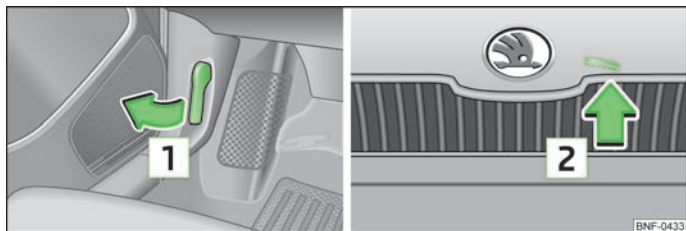

Fig. 95 Destrancar o capot
- Puxe a alavanca de desbloqueio **1** por baixo do painel de bordo no sentido da seta » Fig. 95.
- Pressione a alavanca de desbloqueio, no sentido da seta **2** » Fig. 95, o capot é desbloqueado.